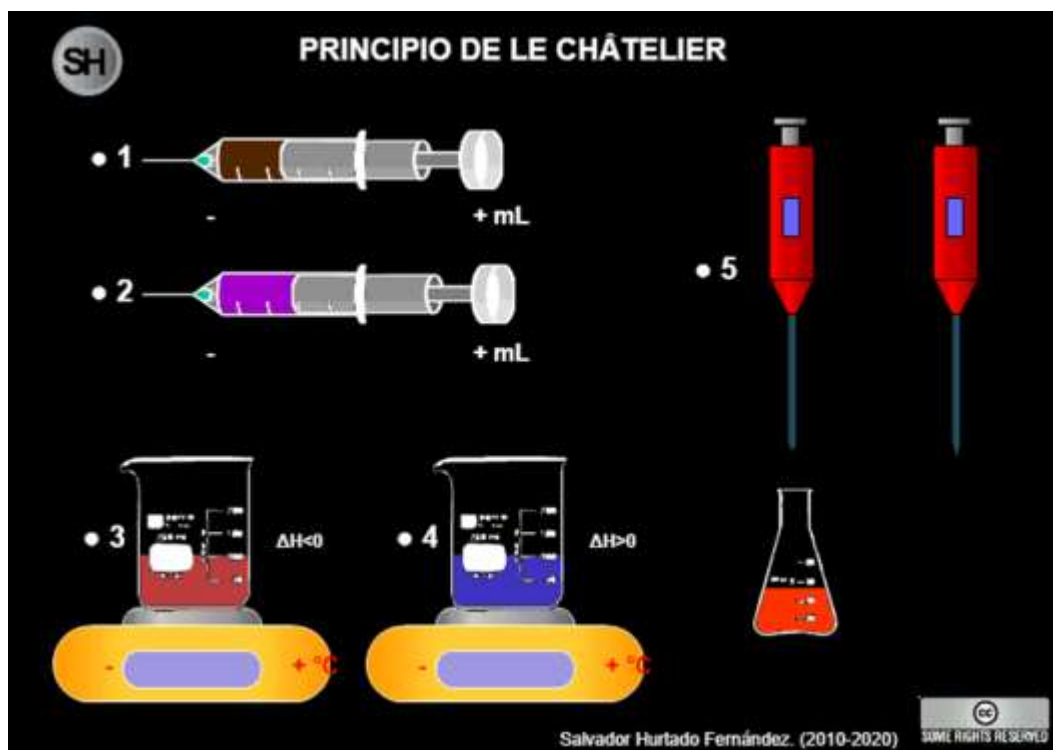

Figura 2. Simulador *Principio de Le Chatelier*.
- Mueva el émbolo del caso 1 (figura 2) de forma que el volumen disminuya y registre sus observaciones. Repita el procedimiento, ahora aumente el volumen.
- Repita el paso anterior para el caso 2 (figura 2).
- Deslice el botón de la parrilla del caso 3 (figura 2) de forma que la temperatura aumente y registre sus observaciones. Repita el procedimiento, ahora disminuya la temperatura.
- Repita el paso anterior para el caso 4 (figura 2).
- Añada al matraz del caso 5 (figura 2) la disolución de NaOH 1 [M] que contiene la pipeta izquierda y registre sus observaciones.
- Agregue al matraz del caso 5 (figura 2) la disolución de HCl 1 [M] de la pipeta derecha y registre sus observaciones.